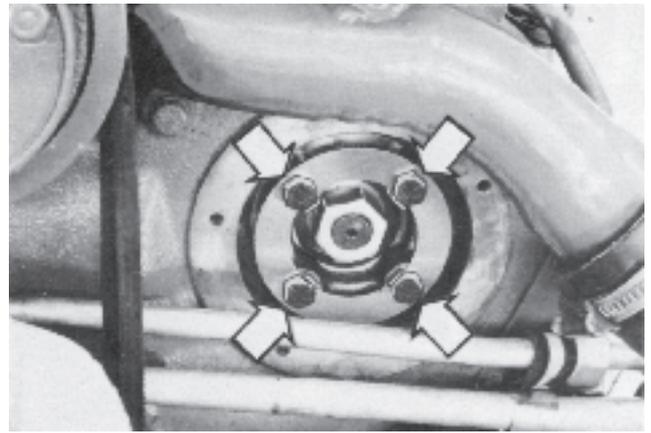

Fig. 135. Accouplement de pompe (série 60)
14. **Série 60** : enlever le couvercle du carter de distribution, devant la pompe d'injection. Relever les bords de l'arrêt et enlever les vis de l'accouplement de pompe (figure 135).
16. **Série 60** : faire tourner l'arbre de pompe avec une clé à douille (27 mm) pour que le comparateur à cadran indique une valeur correcte. Serrer les vis dans l'accouplement de pompe (figure 135).